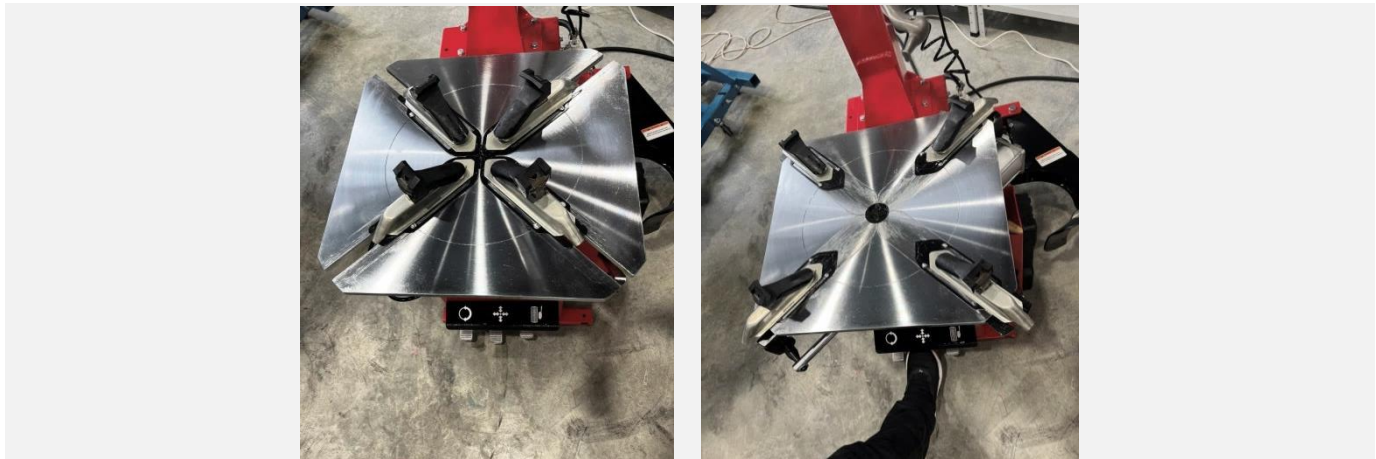

Рисунок 25
- Максимально развести зажимные кулачки, нажав педаль управления зажимными кулачками (см. Рисунок 25).
- Плавно нажать педаль управления зажимными кулачками до среднего положения, сведя зажимные кулачки таким образом, чтобы насечка на поворотном столе примерно соответствовала диаметру колеса, промаркированному на ползуне кулачка (см. Рисунок 25).